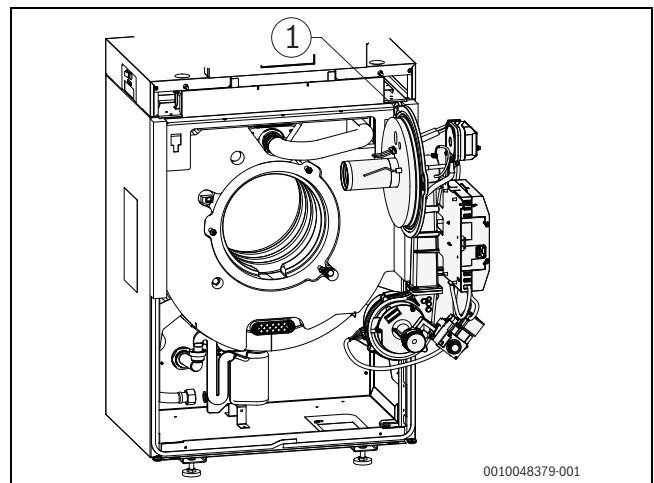

Bild 14 Brenner in Serviceposition
- Vor Brennermontage den richtigen Sitz des O-Rings (→ Bild 14) überprüfen und ggf. korrigieren.